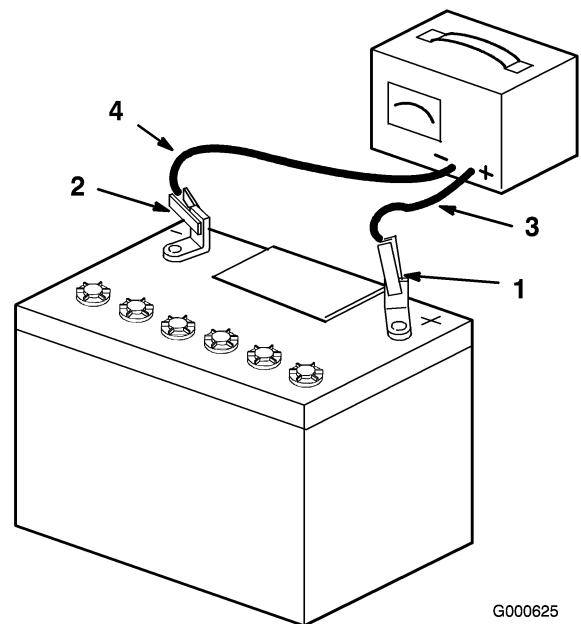

Bild 47
4. Ziehen Sie, wenn die Batterie voll geladen ist, den Stecker des Ladegeräts aus der Dose. Klemmen Sie dann die Klemmen des Ladegeräts von den Batteriepolen ab (Bild 47).